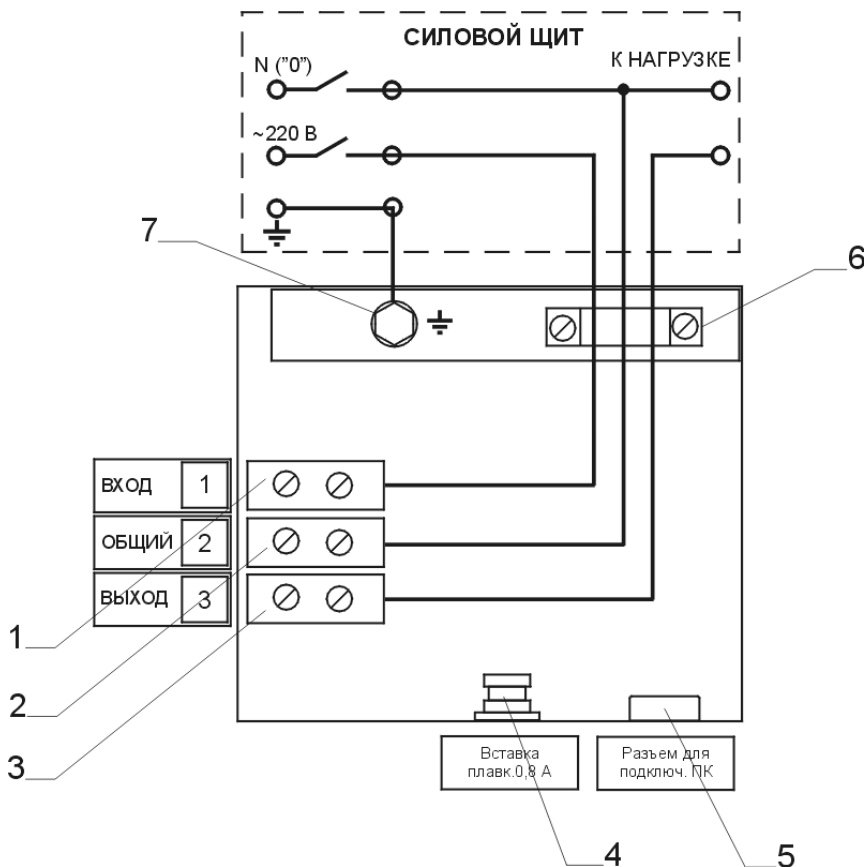

Рис.3. Схема подключения стабилизатора.
XS1 – блок клемм (см.рис.3), QF1 – автоматический выключатель «Сеть», TA1 – датчик тока блока силового, Т1 – силовой трансформатор, SR1 – реле «Защита нагрузки», TA2 – датчик тока нагрузки, SR2 – реле защиты блока силового, XS2 – разъем для подключения ПК.
6.4 Подключение стабилизатора производить в следующем порядке, в соответствии со схемой (рис.3).